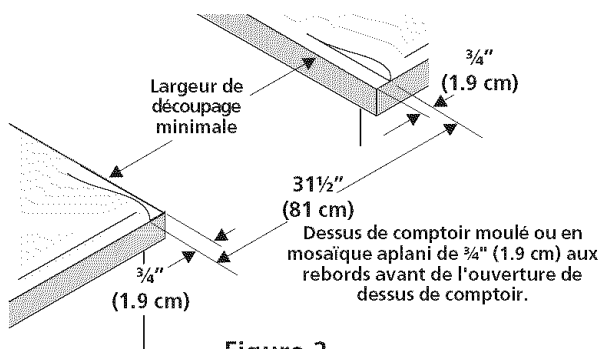

Figure 2
- Les dessus de comptoir au **rebord avant moulé** doivent être aplanis de $\frac{3}{4}$ " (1.9 cm) à chaque coin avant de l'ouverture (Figure 2).
- Il est possible qu'il soit nécessaire d'aser de $\frac{3}{4}$ " (1.9 cm) les dessus de **comptoir en mosaïque** à chaque coin avant et/ou d'aplanir le rebord arrondi (Figure 2).